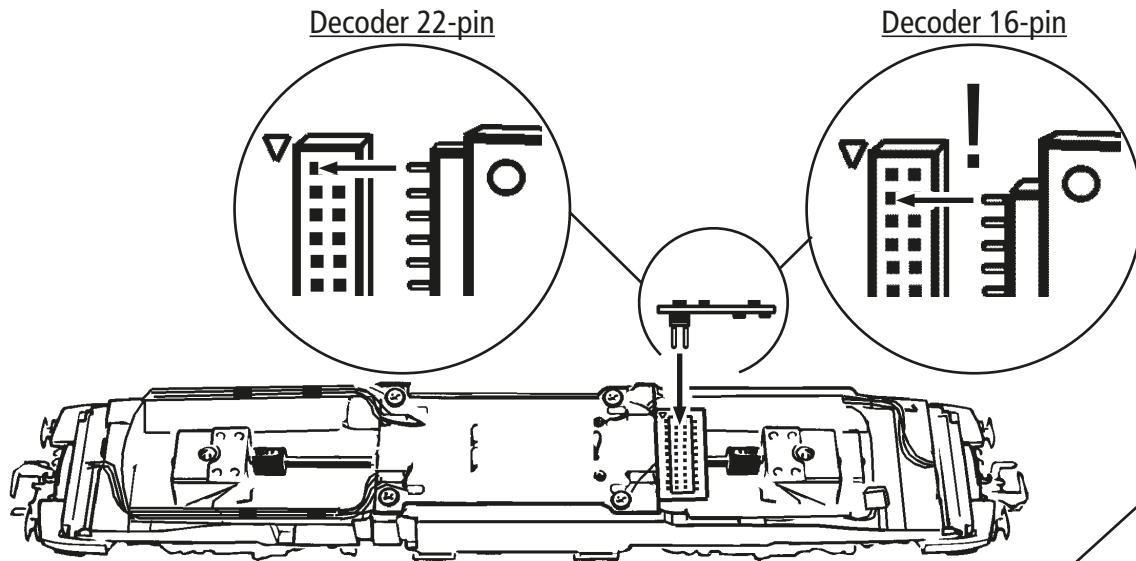

Fig. 8
1. Reinigung der Radstromkontakte: Radstromkontakte können auf unsauberen Schienen leicht verschmutzen. Entfernen Sie **vorsichtig** mit einem kleinen Pinsel **den Schmutz** an den in Fig. 4 gekennzeichneten Stellen. Dazu zuerst den Getriebedeckel abnehmen (Fig. 8).
3. Haftreifenwechsel: Zuerst den Getriebedeckel abnehmen (Fig. 8). Danach den **Radsatz** herausnehmen und die **Haftreifen** mit einer Nadel od. mit einem feinen Schraubendreher abziehen (Fig. 8). Beim Aufziehen der neuen Haftreifen darauf achten, dass diese sich nicht verdrehen.
1. Cleaning of wheel contacts: Wheel contacts easily get dirty on tracks which are not entirely clean. Use a small brush to **remove dirt** from spots marked in fig. 4. Prior to cleaning the contacts dismantle the bogie (Fig. 8).
3. Change of traction tyre: Remove the gear cover (Fig. 8). Take out **wheel set** and remove **traction tyre** using a pin or a fine screwdriver (Fig. 8). When pressing on the new traction tyre please **avoid twisting it**.
1. Nettoyage des lames de courant aux roues: Les lames de contacts risquent de s'encrasser rapidement sur des voies poussiéreuses. Veuillez **enlever la poussière** aux endroits marqués à la Fig. 4 à l'aide d'un petit pinceau souple. A ces fins démontez d'abord le bogie (Fig. 8).
3. Échange des bandages d'adhérence: Démontez d'abord le **couvre-carter** des engrenages (Fig. 8). Délogez ensuite les essieux bandagés et enlevez, à l'aide d'une aiguille ou d'un tourne-vis fin, les bandages d'adhérence (Fig. 8). Lors du montage des nouveaux bandages veuillez veiller à ce que les bandages **ne soient pas tor-dues**.